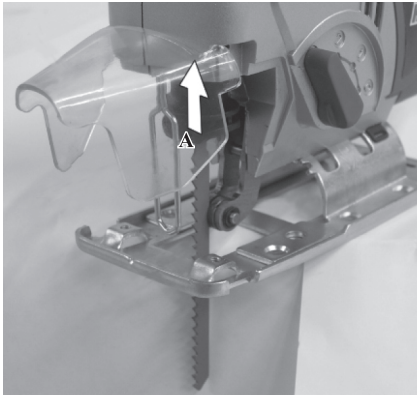

Fig. 2
6.2 Montering av sagblad (Fig. 2)
- Skyv sagbøylespenen (Fig. 2, A) opp og hold.